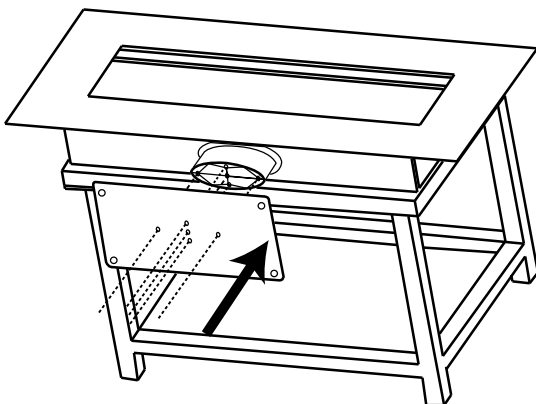

Fig. 3-5
- D. Préparez le base en verre trempé et assurez-vous que les pieds en caoutchouc du base face à l'extérieur de l'appareil (**Fig. 3-5**).